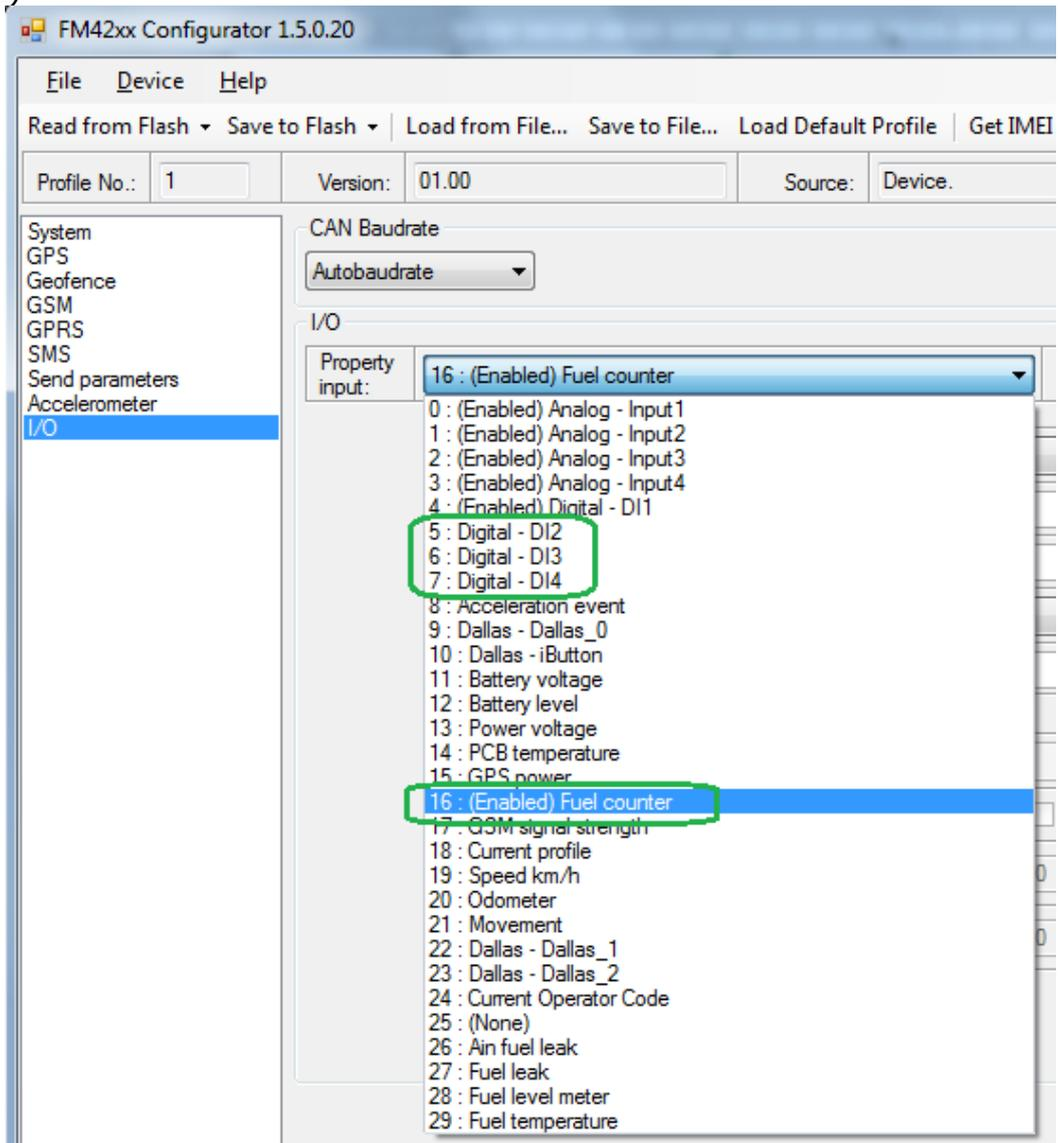

Рисунок 2
2.1.2. На вкладке IO отключить входы DIN2 – DIN4 и для работы с бесконтактным считывателем NozzleCroscodile BM включить "Fuel counter" (Рис. 2):